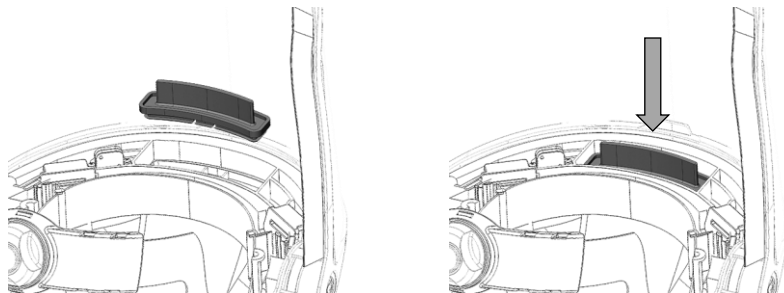
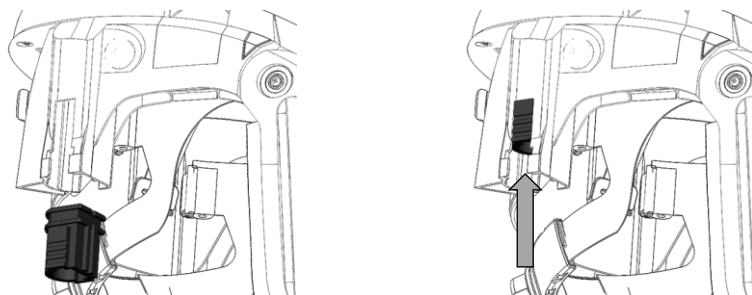

Abbildung 19
Abbildung 21
- Entfernen Sie vor der Reinigung die Visierdichtung, das Stirnpolster, die Stirndichtung, das Kopfpolster, das Nackenpolster, den Nackeneinsatz, den HEPA-Filter sowie den Akku. Setzen Sie die Reinigungsstöpsel wie in den Abbildung 19-Abbildung 21 gezeigt ein.